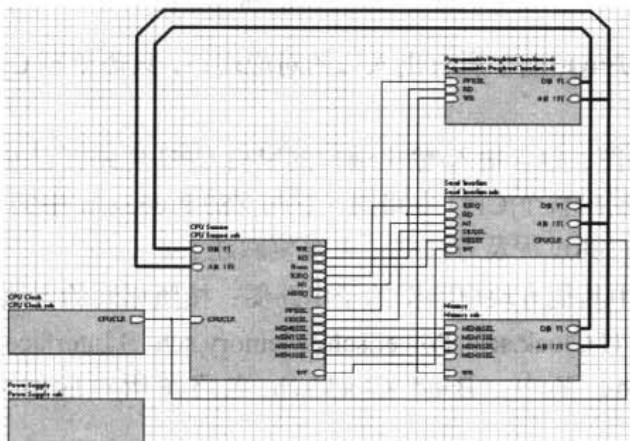

图 6-18 Z80 Processor.Pj 主电路图
- (13) 绘制主电路图其他部分如导线、总线等：按照电路模块的划分方法，需要连接的出入口用导线或总线连接起来，具体绘制方法前面已经讲述了，就不再重复了。其结果如图 6-18 所示。